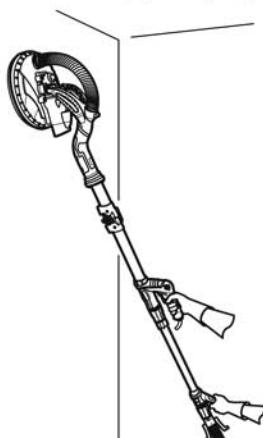

Рис. 14, с телескопической трубкой
- > Держите изделие одной рукой за основную ручку (5), а другой рукой - за заднюю ручку (11a), если установлена телескопическая трубка (11) (Рис.14).